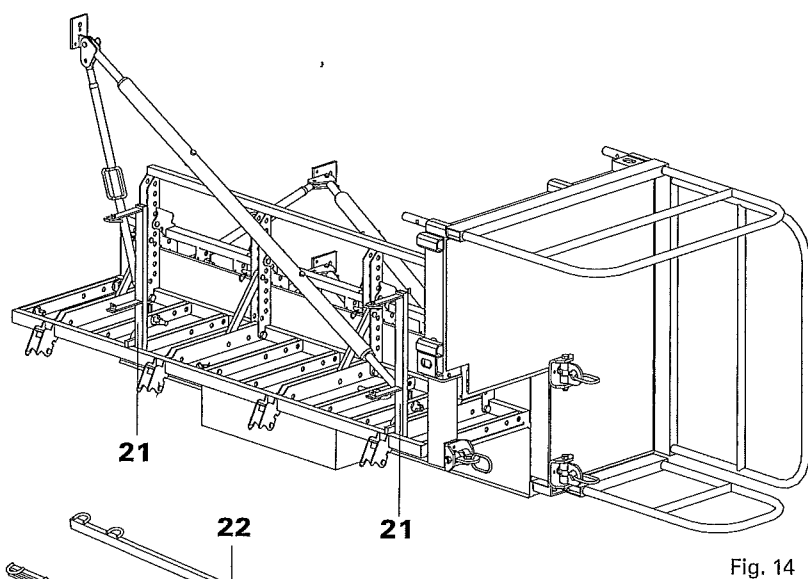

Fig. 14
- assicurare con la staffa (fig. 14).